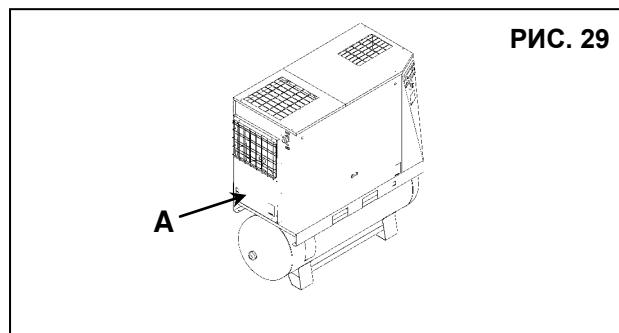

РИС. 29
- Снимите защитное устройство (кофух машины), поз. А, рис. 29.
- Установите стационарное защитное устройство с помощью предохранительных винтов (поз. А, Рис. 29).